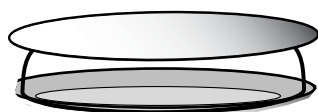

Fig. 10
• **Le couvre-assiette spécial micro-ondes (Fig.10)** :